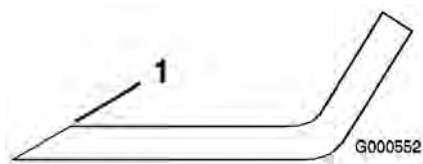

Bild 43
- Schärfen Sie die Schnittkante an beiden Enden des Schnittmessers mit einer Feile (Bild 43). Behalten Sie den ursprünglichen Winkel bei. Das Schnittmesser behält seine Auswuchtung bei, wenn von beiden Schnittkanten die gleiche Materialmenge entfernt wird.